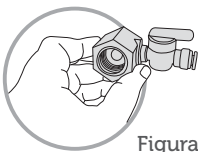

Figura 1
- 3- Rosqueie o conjunto adaptador (do kit instalação) ao ponto de água. Use a fita de vedação na parte da rosca para evitar vazamentos (Figura 1).